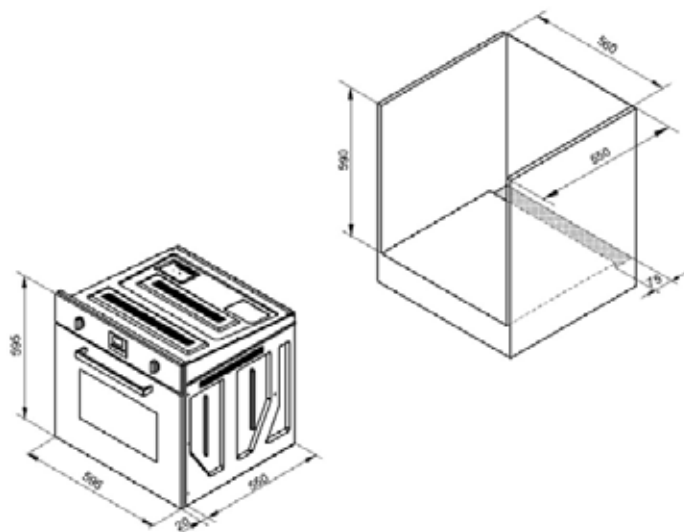
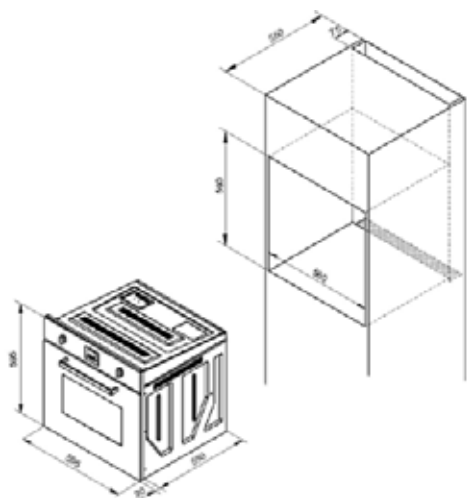

Figure 1
Figure 2
- ❖ ο φούρνος έχει σχεδιαστεί για εντοιχισμό σε κουζίνα. Μπορεί να τοποθετηθεί κάτω από τον πάγκο ή σε ένα ψηλότερο ντουλάπι. Δημιουργήστε ένα άνοιγμα όπως φαίνεται στο **Figure 1 και Figure 2**
- ❖ Για την καλύτερη κυκλοφορία του αέρα η εγκατάσταση του φούρνου πρέπει να γίνεται σύμφωνα με το **Figure 1 και Figure 2**